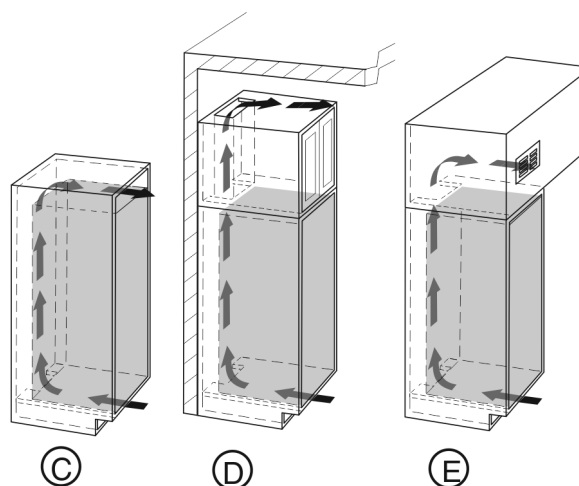

Fig. 6
- L'espace de ventilation du dessus peut être réalisé directement au-dessus de l'appareil avec une grille de ventilation disponible en option Fig. 6 (C), au-dessus du placard Fig. 6 (D) à proximité du plafond ou comme bouche de sortie d'air dans un faux plafond Fig. 6 (E).